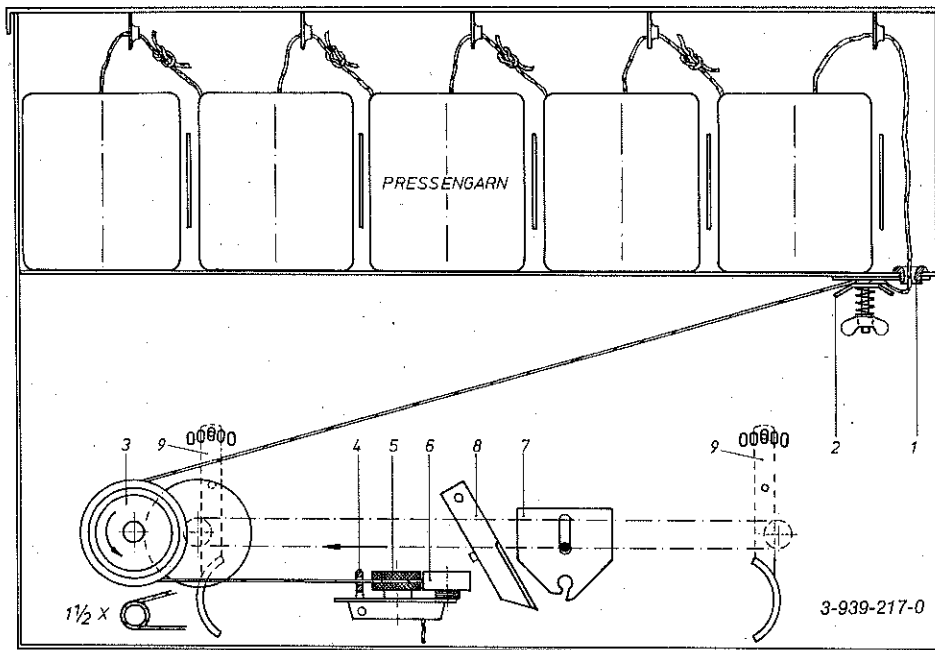

Abb. 7
1. Das Bindegarn wird nach Abb. 7 aufrecht in den Behälter gestellt und eingefädelt.